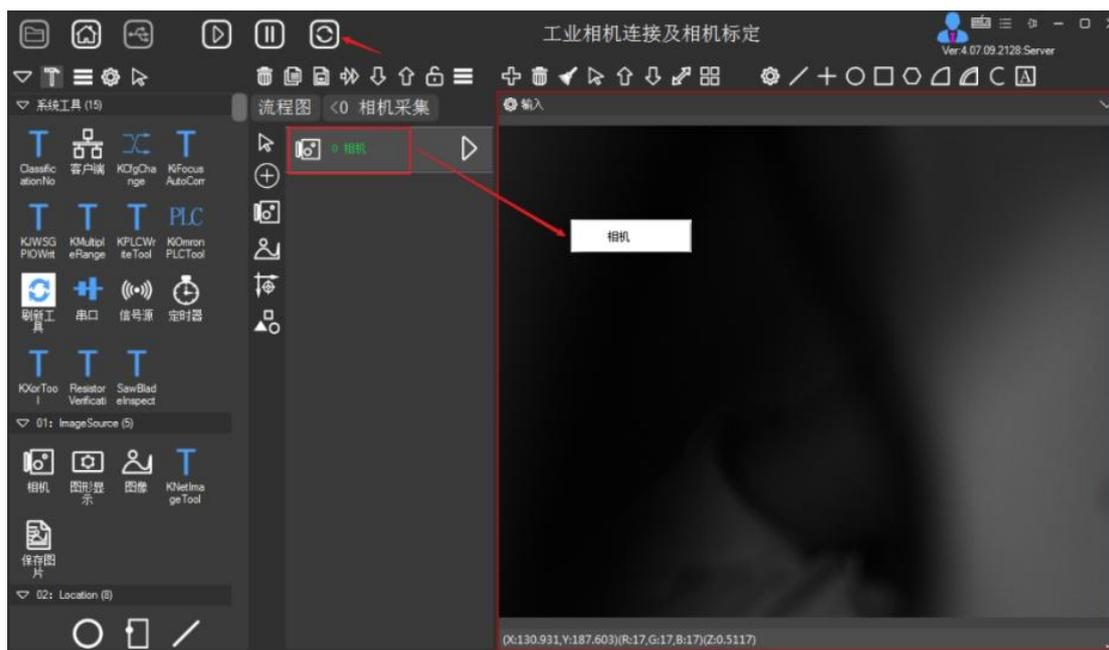
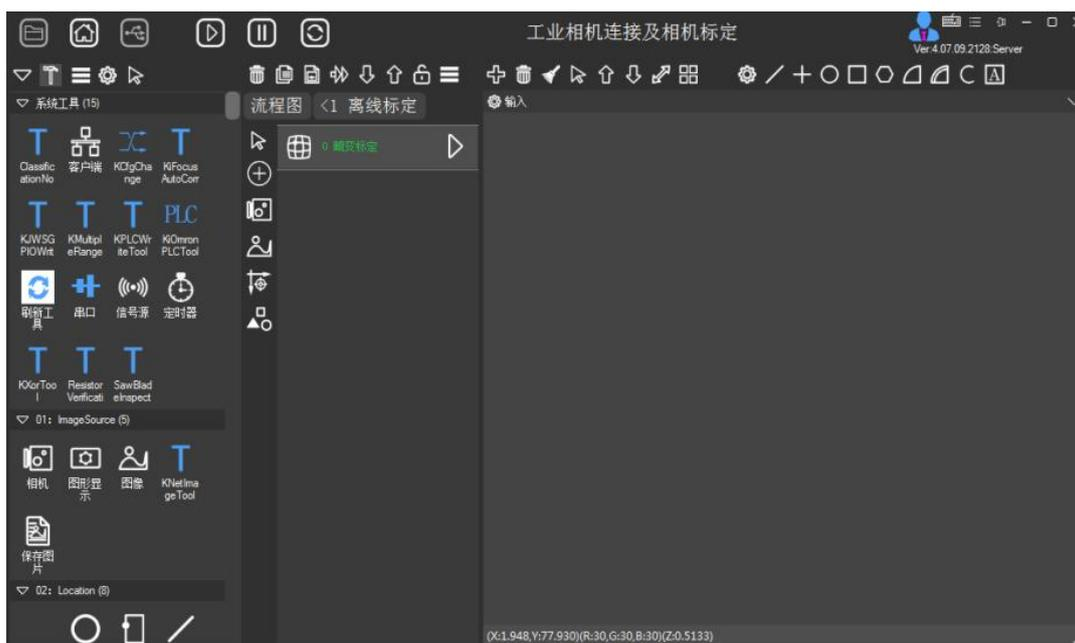

图 1-15 相机工具绑定显示
图 1-17 添加畸变标定工具
⑪ 绑定显示相机图片鼠标左键按住相机工具，然后拖动到图像显示区域，如图 1-15 所示。在绑定显示之后，若需要连续采集图像，可以点击实验平台软件执行栏中的循环执行按钮。
① 在如图 1-15 界面，单击畸变标定工具图标，然后在工具组模块配置区域中单击，完成添加标定工具，如图 1-17 所示。